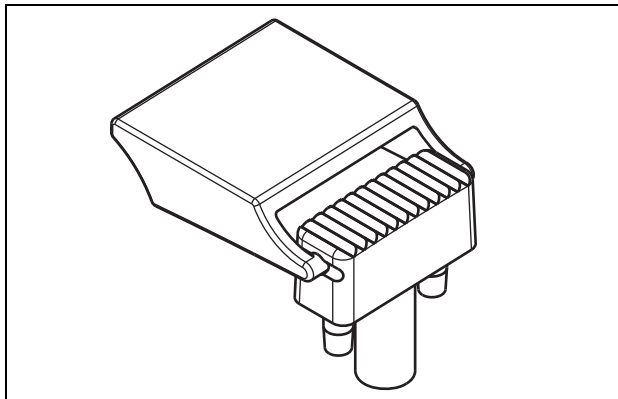

рисунок 25.1: Колпачок для клавиши
- 1 Защелкните колпачок для клавиши на запасной линзе (конечный результат показан на рисунок 25.1).